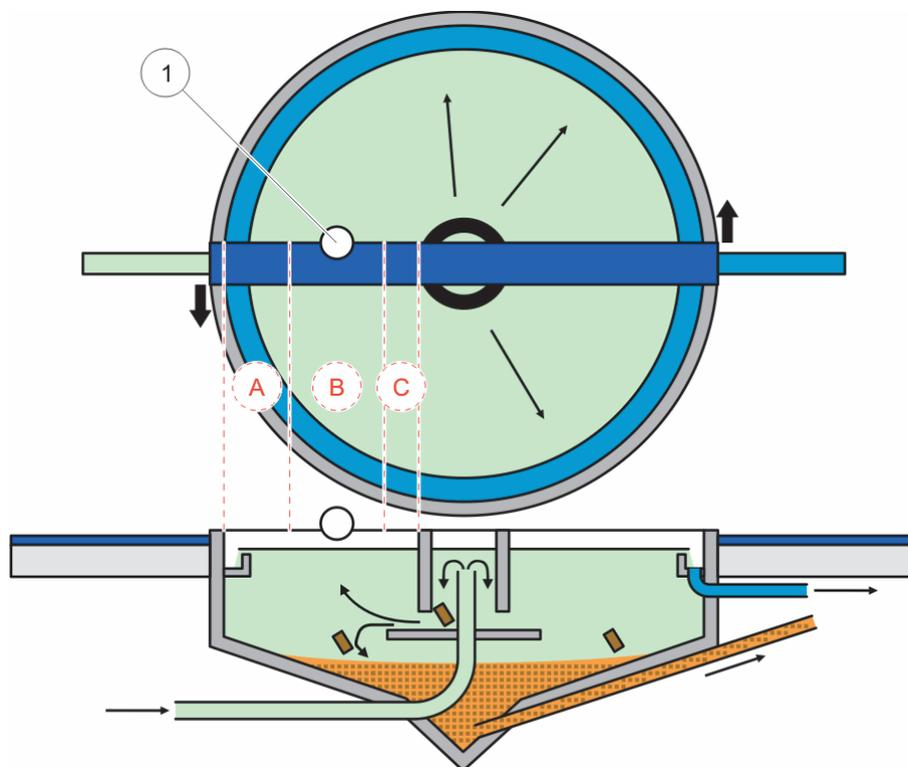
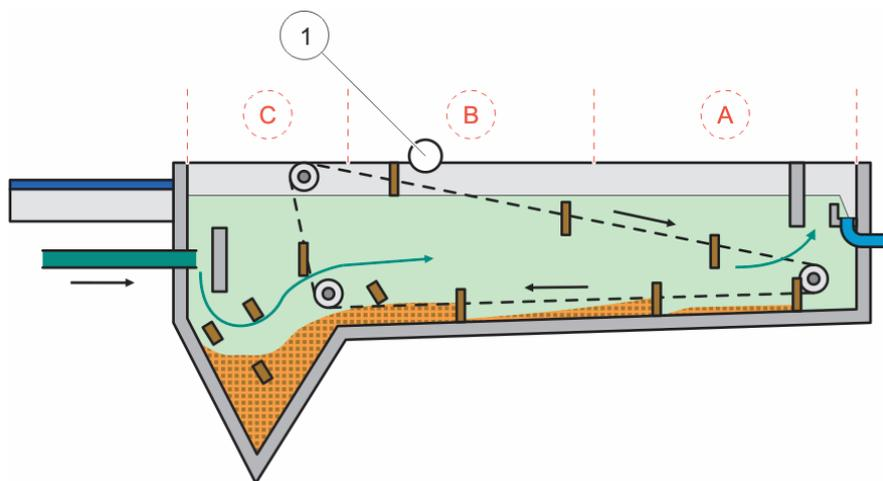

Figura 7 Gráfico del tanque redondo
Figura 8 Gráfico del tanque rectangular
Se debe seleccionar una ubicación de medición adecuada de acuerdo al tipo de tanque. Los gráficos a continuación muestran ejemplos típicos de un tanque circular y un tanque rectangular. El punto (1) en Figura 7 y Figura 8 es una ubicación de medición adecuada.
Nota: *Nota de la instalación: en tanques circulares equipados con un puente de recuperadora, instale la sonda en dirección a la rotación en la parte posterior del puente (Figura 7).*